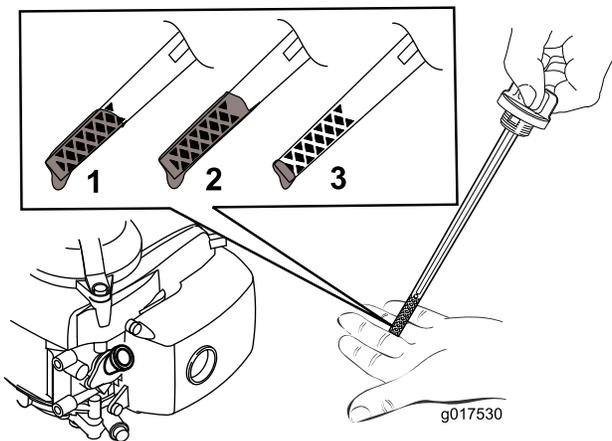

Figura 10
5. Per determinare qual è il corretto livello di olio sull'asta, vedere Figura 10.
Nota: Riempite la coppa dell'olio motore fino a quando l'asta di livello non indica che il livello dell'olio è corretto, come illustrato nella Figura 10. Se riempiate eccessivamente il motore, estraete l'olio in eccesso come indicato in Cambio dell'olio motore.